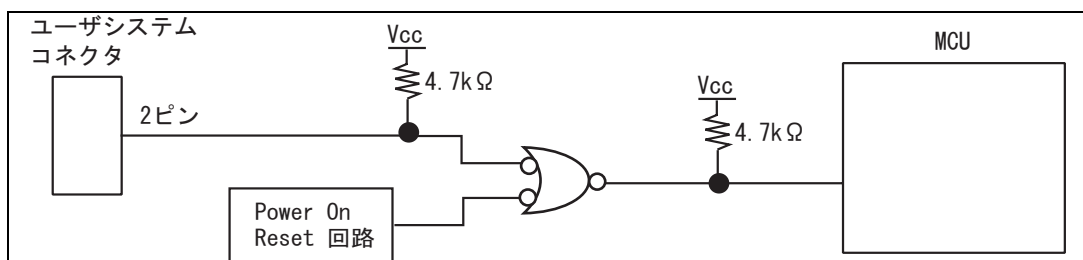

図 1.8 ETRST#端子の接続
5. ETRST#端子は図1.8に示す処理を行ってください。